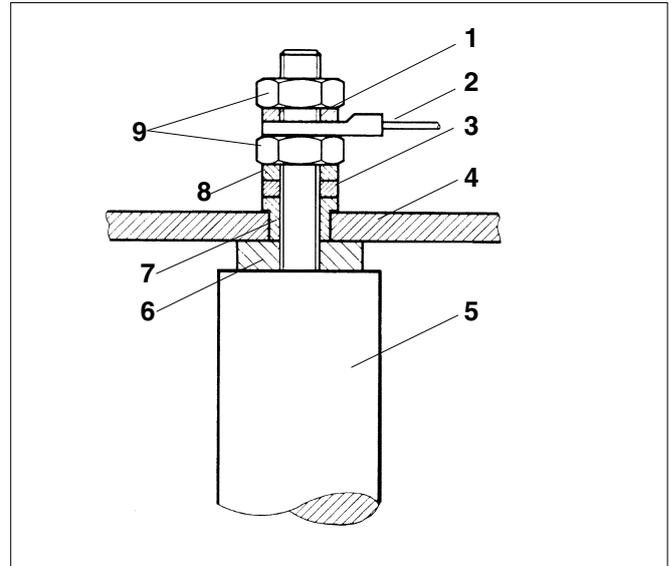

Abb. 4 Gewindezapfen M8 mit Kontermutter
- TBS-Isocal SU 300 (Abb. 4)
- Erdungskabel an der Magnesiumanode lösen (Abb. 4, Pos. 2).
- Handlochdeckel mit Anode abnehmen (Abb. 4, Pos. 4).
Legende für Abb. 4: Gewindezapfen M8 mit Kontermutter
Auf Isolierhülse und Dichtung achten (Abb. 4, Pos. 6 und 7).